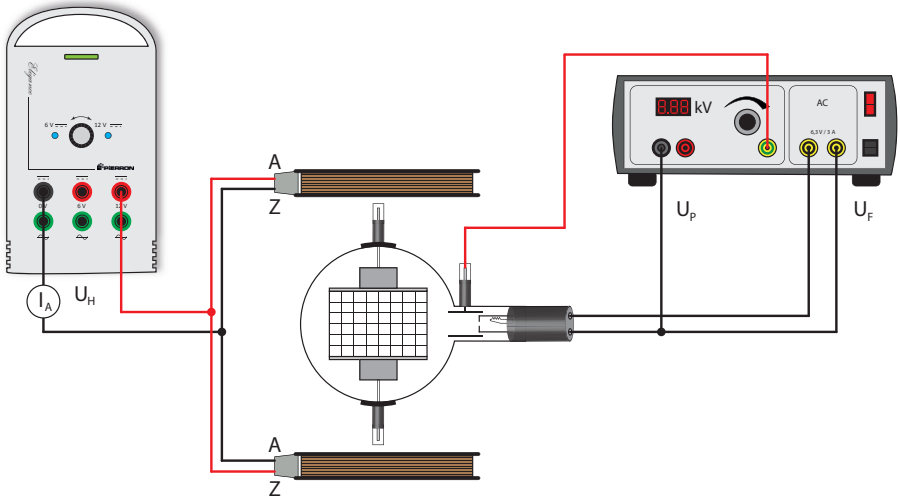

Figure 1
- Procédez au câblage du tube comme le montre la figure 1. Branchez le pôle négatif de la tension anodique à la prise de 4 mm marquée du signe « moins » sur le col du tube.
Réalisez le montage comme sur la figure 1.